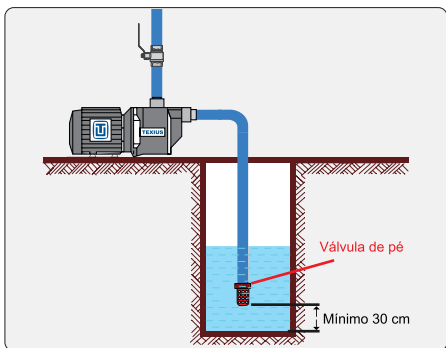

Figura 1
8.3 Quando a bomba for instalada acima do nível de captação, a tubulação de sucção deverá prever uma válvula de pé ou crivo (válvula de fundo de poço). A válvula de pé manterá a bomba escorvada, ou seja, manterá a bomba e a tubulação de sucção preenchida com o líquido quando o sistema for interrompido (ver figura 1).
8.4 A válvula de pé deve ficar, pelo menos, 30 cm acima do fundo, no centro do poço ou cisterna e deve-se garantir uma coluna de água suficiente para que não entre ar pela mesma. (ver figura 1).